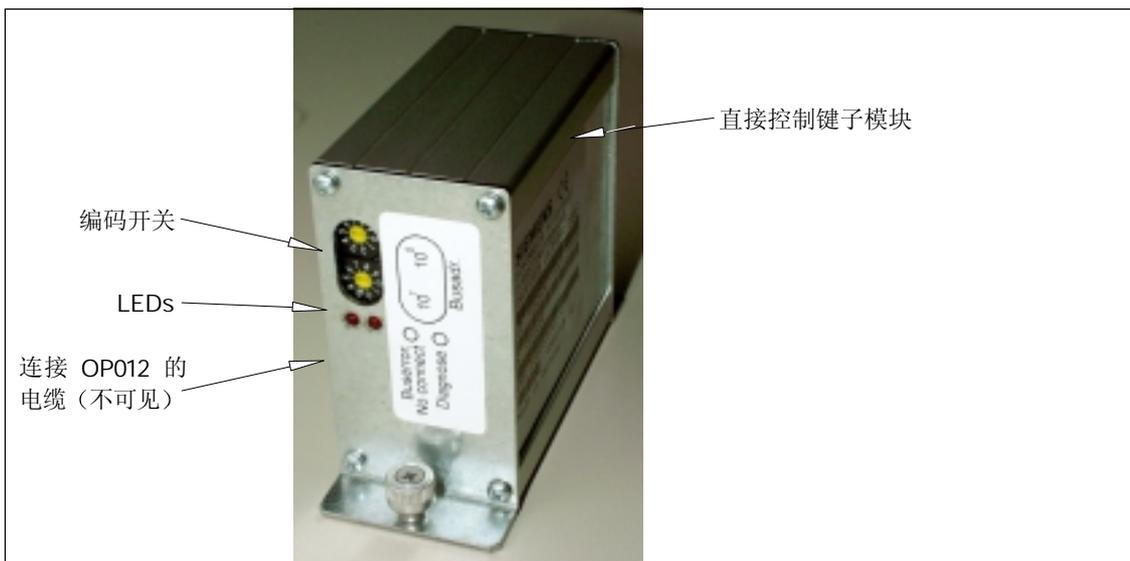

图 8-7 直接控制键子模块，带编码开关和 LED
8. 在直接控制键子模块上用编码开关设定 PROFIBUS 的地址 01 到 99（参见图 8-7；上部/下部编码开关：“单个” / “十位数”）。
11. 把 PROFIBUS 插头（连同直电缆）插入到直接控制键子模块的插座中（参见图 8-9）。如果直接控制键子模块从 PROFIBUS 断开（或者有其它故障），则“总线故障”LED 灯亮（参见图 8-7）。